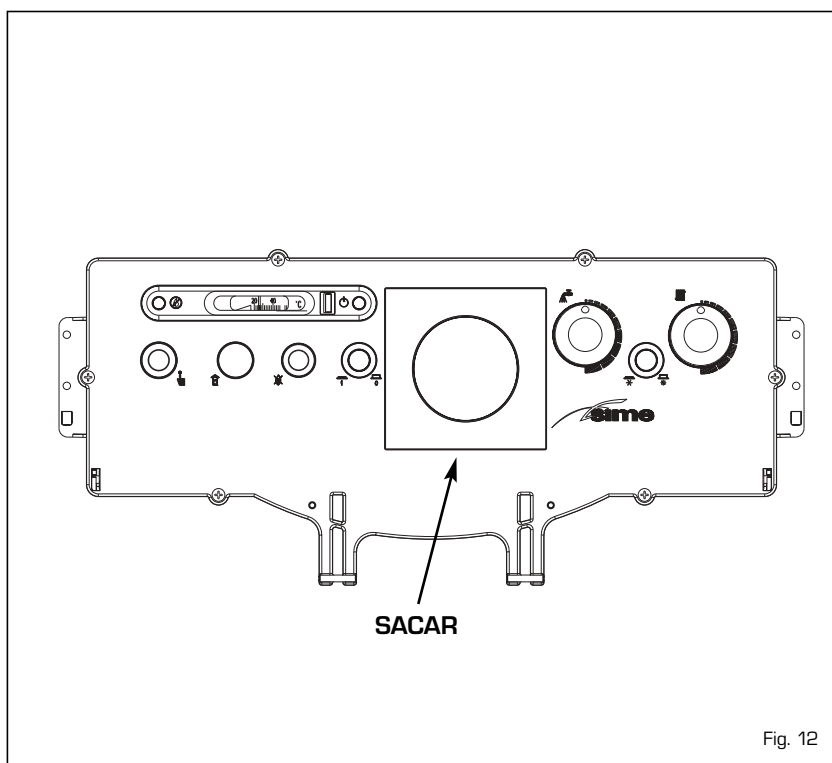

Fig. 12
4.1 CENTRALITA RVA 43.222 (opcional) (fig. 12)
El panel de mando permite la utilización de la centralita RVA 43.222 (cód. 8096303), provista de un kit a requerimiento completado con hoja de instrucciones para el montaje (fig. 12). Efectúe la conexión eléctrica como indica el punto 2.7.